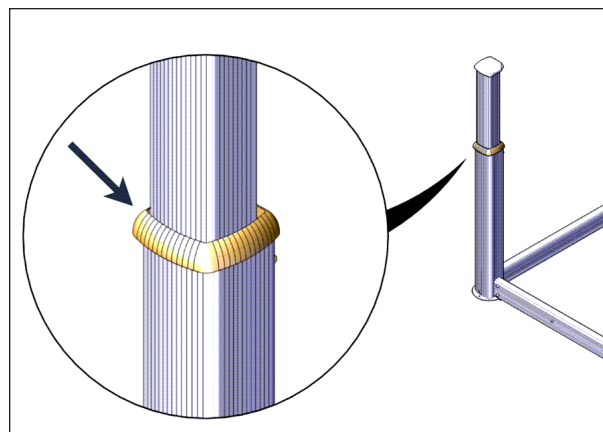

FIGURE 45: INSTALLATION DU BOURRELET D'ÉTANCHÉITÉ
22. Installer le bourrelet d'étanchéité sur chaque colonne télescopique et s'assurer qu'il soit complètement appuyé sur le manchon externe, voir Figure 45.